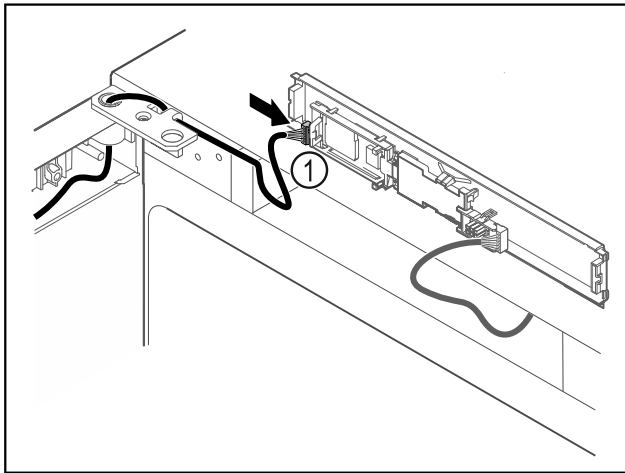

Fig. 60
- ▶ Enchufar el conector Fig. 60 (1) en la platina.